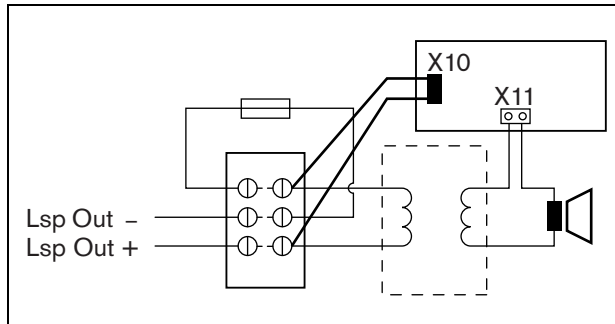

abbildung 13.6: Lautsprecherüberwachungsanschluss
- Schließen Sie die Platine mit den freien Anschlüssen und den Faston-Anschlüssen am Lautsprecher an (siehe abbildung 13.6).